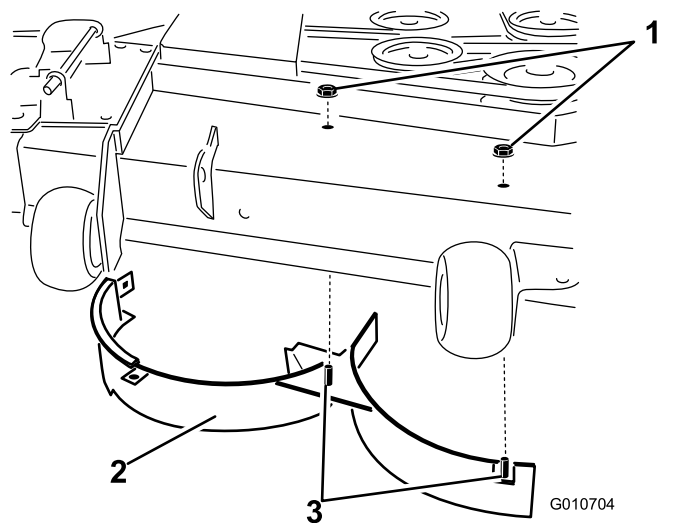

Figura 18
12. Retire el perno de cuello cuadrado y la contratuerca que sujetan el deflector derecho a la parte superior de la carcasa del cortacésped, y retire el deflector derecho de la carcasa del cortacésped (Figura 18).
11. Retire las 2 contratuercas (5/16") que sujetan las clavijas soldadas del deflector derecho a la parte superior de la carcasa del cortacésped en las posiciones centro y centro derecha (Figura 18).